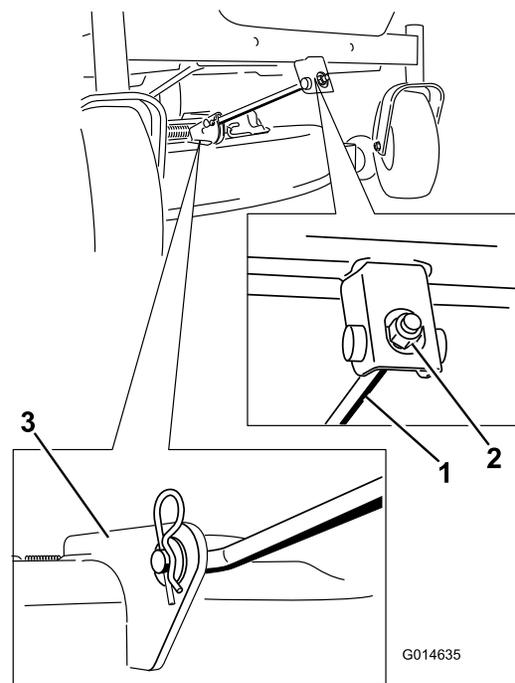

Figura 65
4. Retire el pasador de horquilla de la varilla de soporte delantera y retire la varilla del soporte de la carcasa (Figura 65). Baje cuidadosamente la parte delantera de la carcasa del cortacésped al suelo.
6. Conecte la varilla de soporte delantera a la carcasa del cortacésped con el pasador y la chaveta (Figura 65).